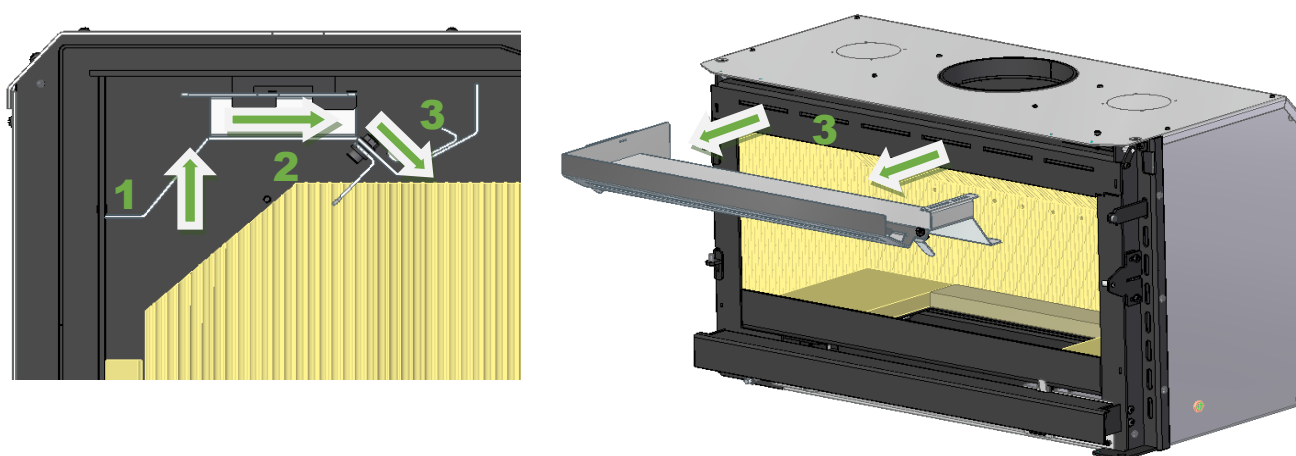
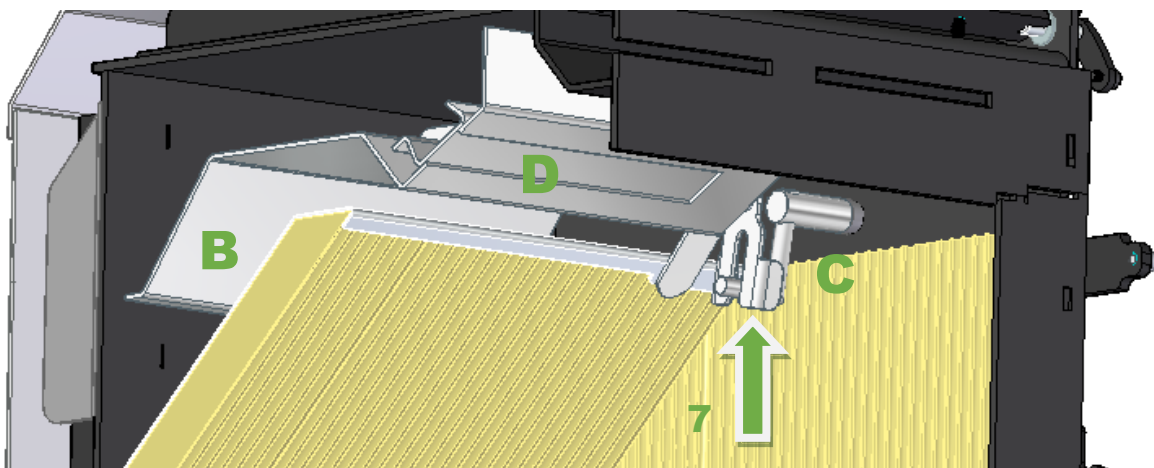

Figura 36 – Desmontaje del circuito de humos
Figura 37 – Instalación del sistema de circuito de humos
1. Abra la puerta y retire el deflector de humos (A). Para ello, coloque sus manos sobre el deflector y mueva el deflector hacia arriba, o gire las lengüetas de soporte hacia un lado, luego mueva la parte inferior del deflector hacia usted y retire el deflector, ver Figura 36 y Figura 37.
3. Para volver a instalar el circuito de humos, repita todos los procedimientos en orden inverso. Observe que el eje del amortiguador (C) está colocado en la ranura del canal de humos (B). Para comprobar que el canal de humos está correctamente instalado, tire de la compuerta y compruebe que la compuerta (D) se mueve, véase la Figura 37.